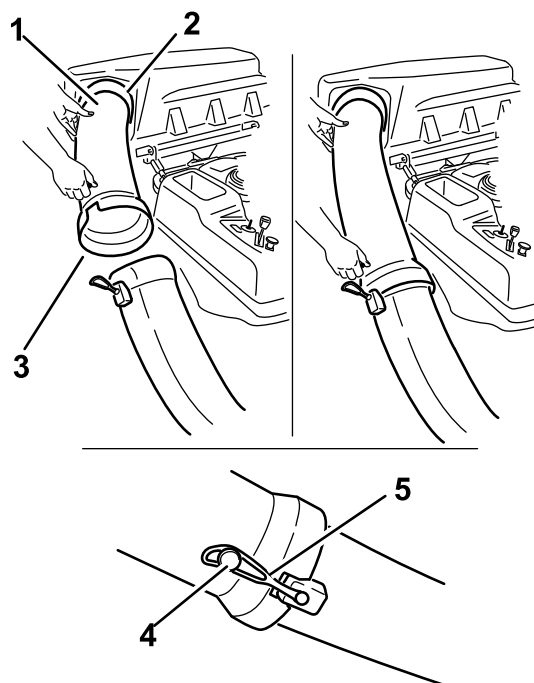

Figura 29
2. Fate passare l'estremità svasata del tubo di scarico sopra l'estremità del camino di scarico. Portate il cinghiolo di gomma sopra il grano del tubo di scarico per ancorarlo con sicurezza (Figura 29).
1. Inserite l'estremità curva del tubo di scarico nell'apertura prevista nel coperchio del sistema di raccolta (Figura 29).